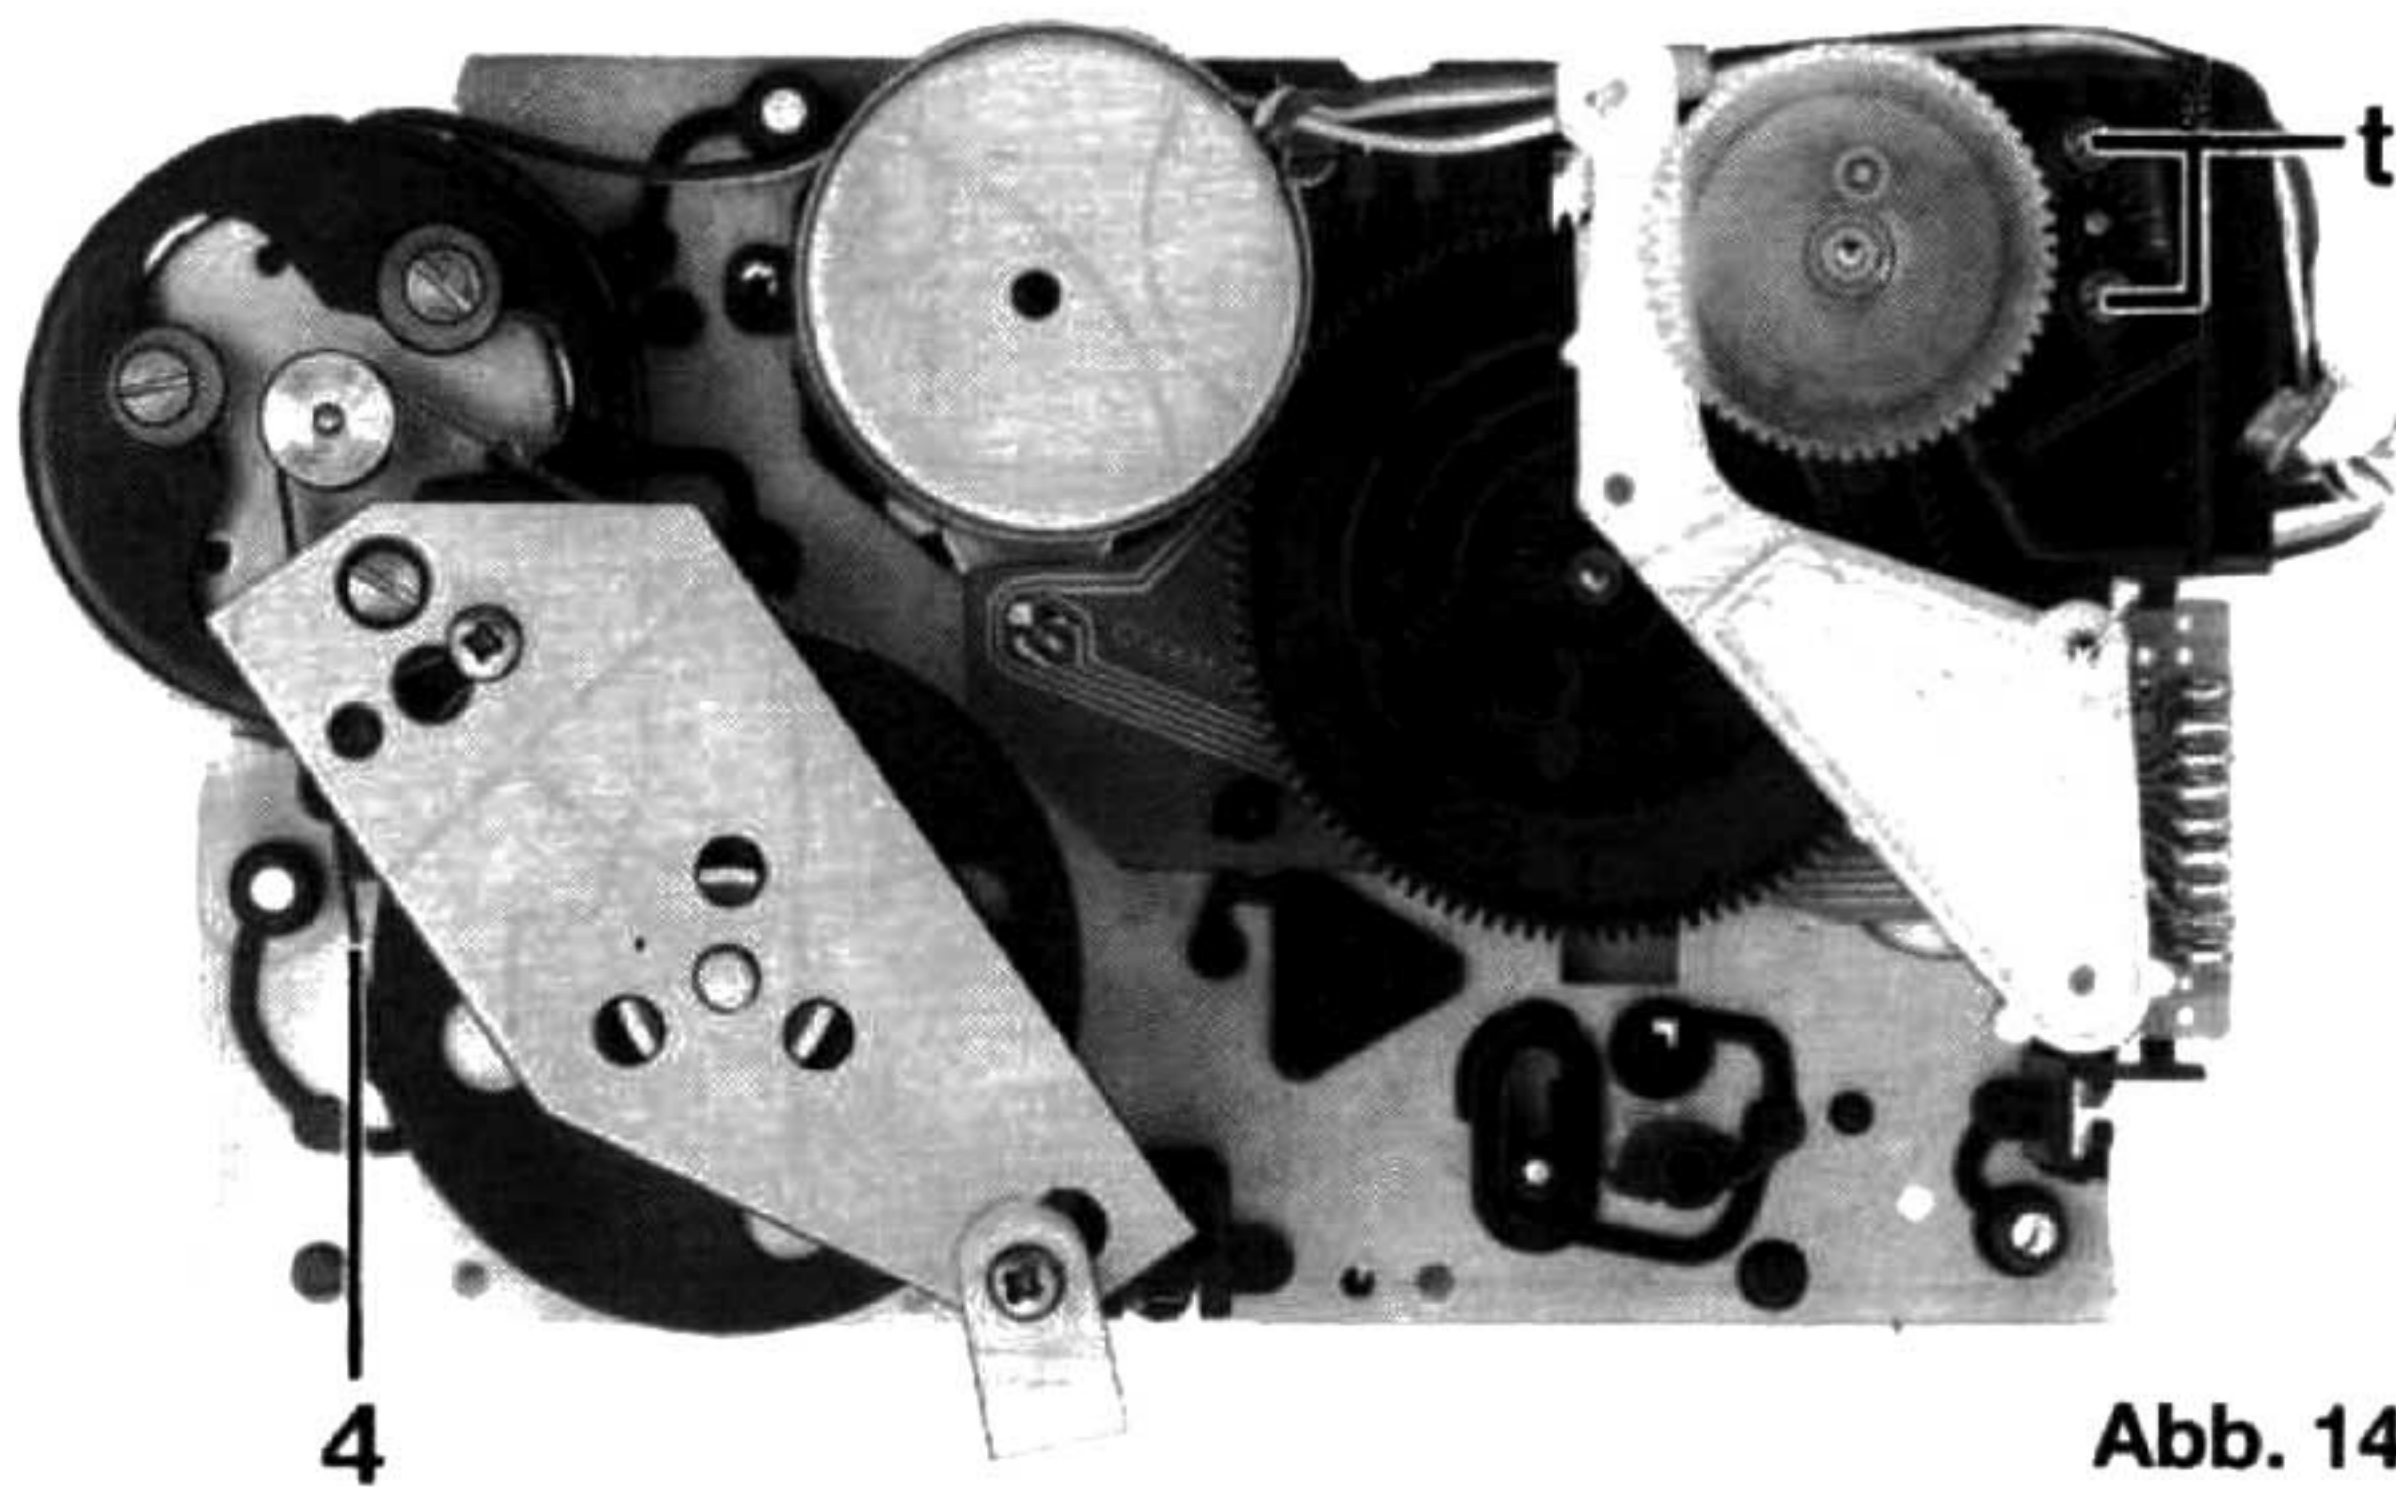

Abb. 14
– Flachriemen **4** abnehmen (Abb. 14)
c. Servomotor (Kopfschlitten) Abb. 14